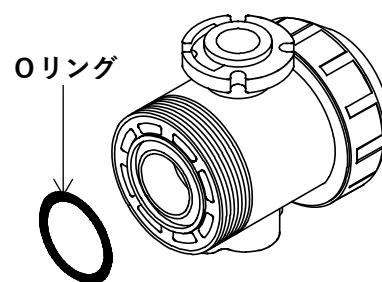

図 5.1-3
- 7-1) ボディに O リング (A) が正しく装着されていることを確認します。(図 5.1-3)
- 7-2) ボディ側にボディキャップ、キャップナットを O リング(A) が外れないように接触させます。